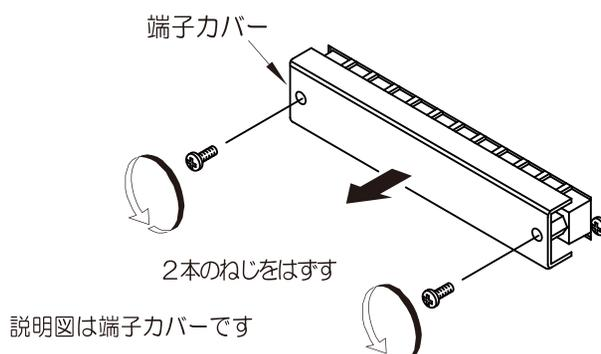

図1
- スピーカーやリモートコントロールを本機に接続される時は、端子カバー両端のねじ2本をはずし、カバーをはずしてください。各端子の接続後には、必ず端子カバーを元どおり取付けてください。（図1参照）